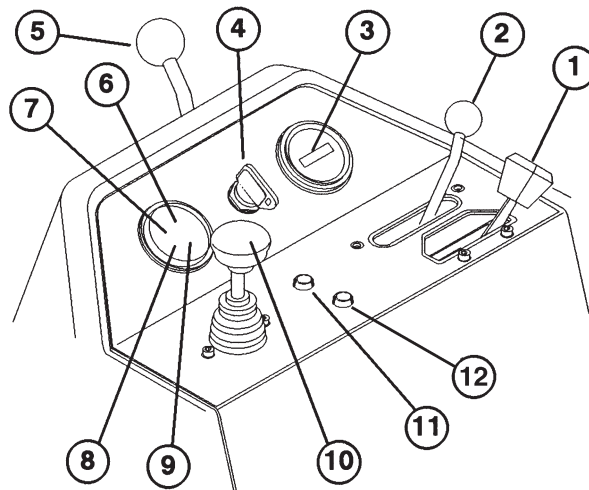

Fig. 9
Gasregulator (Fig. 9)—Gasregulatoren bruges til at regulere motorens hastighed. Når gasregulatoren føres mod "HURTIGT" (FAST), øges motorens omdrejningstal; når gasregulatoren føres mod LANGSOMT (SLOW), mindses motorens omdrejningstal.
Funktionshåndtag (Fig. 9)—Giver to (2) manøvreringsvalg og "FRISTILLING" (NEUTRAL). Man må godt skifte fra klipning til transport og fra transport til klipning (ikke til fristilling), mens Greensmaster 3250-D maskinen er i bevægelse. Det vil ikke medføre nogen beskadigelse.
Timetæller (Fig. 9)—Registrerer det totale antal timer, maskinen arbejder. Timetælleren træder i funktion, hver gang tændingsnøglen tilsluttes (ON).
Tændingskontakt (Fig. 9)—Sæt nøglen i kontakten og drej den med uret til "START" for at starte motoren. Slip nøglen, så snart motoren starter; nøglen bevæger sig så til "TILSLUTTET" (ON) stilling. Drej nøglen mod uret til "AFBRUDT" (OFF) for at standse motoren.
Låsearm til styrehåndtag (Fig. 9)—Drej armen bagud for at udløse den. Løft eller sænk derefter styrehåndtaget, så det er i en behagelig stilling. Drej så armen fremad for at fastholde styrehåndtaget i den ønskede stilling.
Kontrollampe for kølevæsketemperatur (Fig. 9)—
Advarselslampe for vand i brændstof (fig. 9) – denne lampe tændes, når der registreres vand i brændstoffet.
Omløbsknap—ved afbrydelse p.g.a. for høj temperatur (Fig. 9)—Hvis motoren afbrydes, fordi temperaturen bliver for høj, skal man trykke på omløbsknappen og holde den nede, mens maskinen kan flyttes til et sikkert sted, hvor den så skal have lov til at køle af.
Gløderørslampe (Fig. 9)—Når denne lampe lyser, betyder det, at gløderørene er aktiverede.
Batteriadvarselampe (Fig. 9)—Lampen lyser, hvis batteriets opladning er lav.
Kontrollampe for lavt olietryk i motoren (Fig. 9)—Lampen lyser, hvis motorens olietryk er faldet under et sikkert niveau.
Løfte/sænke/klippe-håndtag (Fig. 9)—Hvis håndtaget føres fremad under kørslen, sænkes klippeenhederne og knivcylindrene begynder at dreje. Føres håndtaget bagud, standser knivcylindrene og klippeenhederne løftes. Under kørslen kan knivcylindrene standses ved at trække håndtaget bagud et øjeblik og så slippe det. Knivcylindrene startes igen ved at føre håndtaget fremad.